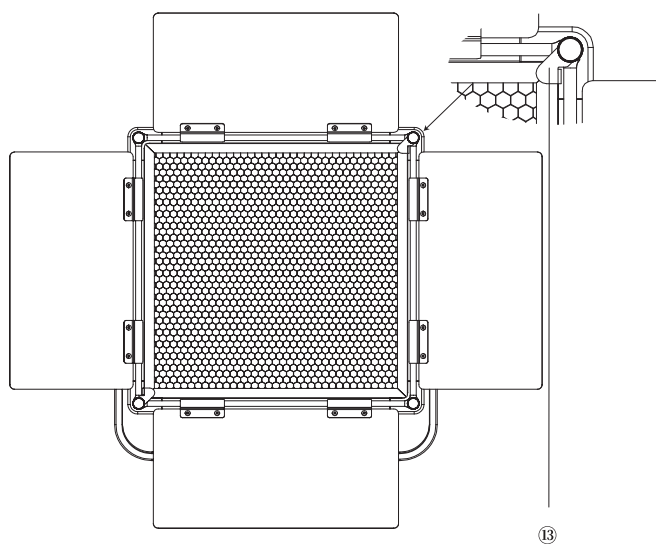

图15 蜂窝(小)装配
小蜂窝可与遮光板同时使用,使用时按图15所示装配完成后旋转压板(如图15 ⑬所示)将小蜂窝固定住即可正常使用。